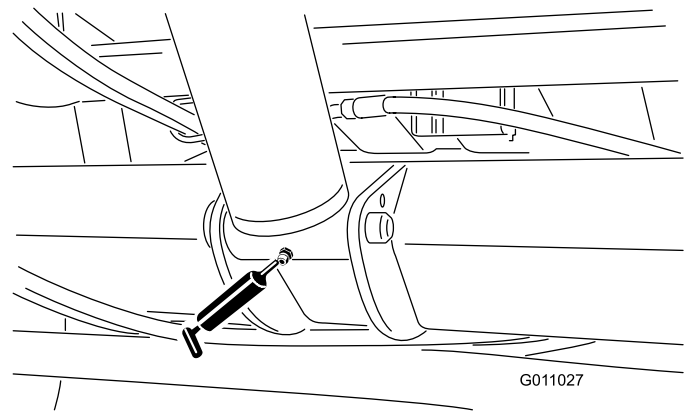

Figura 31
- Cilindro de elevación (2) (Figura 31).